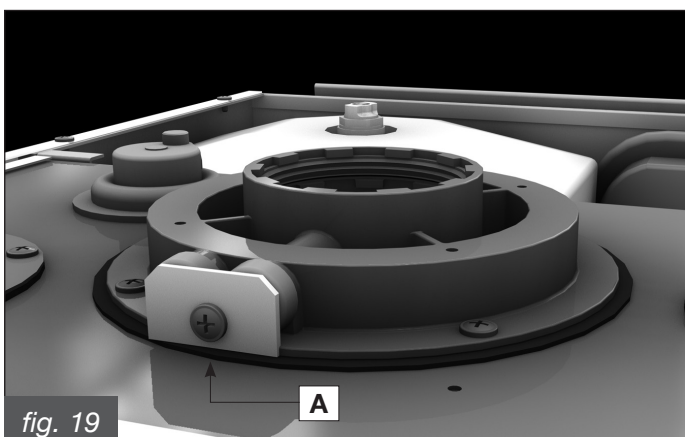
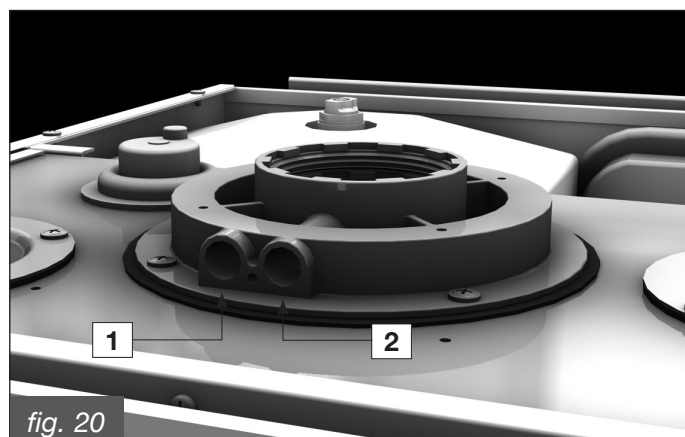

fig. 19
fig. 20
La caldaia è provvista di una torretta per il collegamento della tubazioni di aspirazioni aria/scarico fumi (fig. 19 e 20). Nella torretta sono stati predisposti dei fori per l'accesso diretto all'aria comburente ed allo scarico dei fumi (fig. 20). Prima di effettuare le misurazioni togliere il tappo A dai fori predisposti sulla torretta (fig. 19).
- misura dell'aria comburente prelevata nell'apposito foro 1 (fig. 20);
- misura della temperatura fumi e della CO2 prelevata nell' apposito foro 2 (fig. 20).